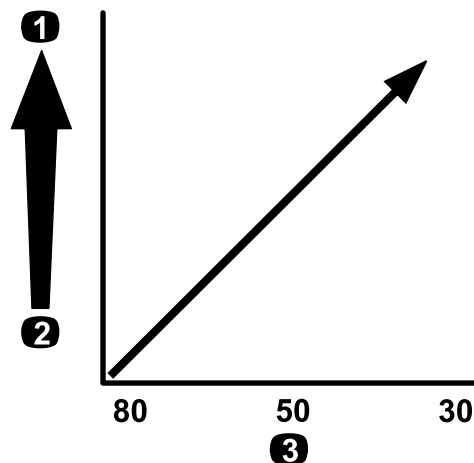

**Figura 21**
**Importante:** Quando pulveriza com soluções ou químicos de maior viscosidade (mais espessos) com pós solúveis, talvez precise de utilizar uma rede de filtro adicional (mais grossa) para o filtro de sucção opcional; consulte Figura 21.